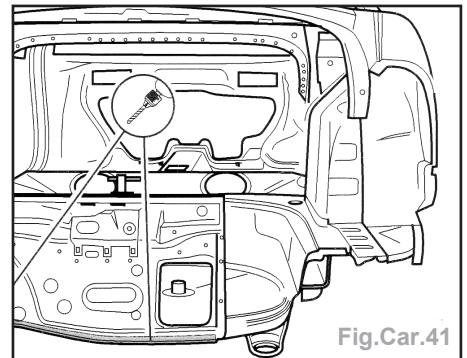

Fig.Car.41
- Déposer le support de la serrure (Fig.Car.41).